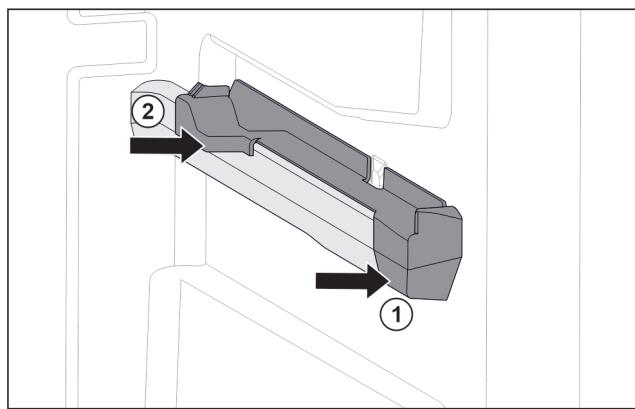

Fig. 32 Nasazovací díl na pravém žebrování na nádoby
- Nasadte nasazovací díl na žebrování na nádoby. Fig. 32 (1)
- Přitlačte nasazovací díl k zadní části. Fig. 32 (2)